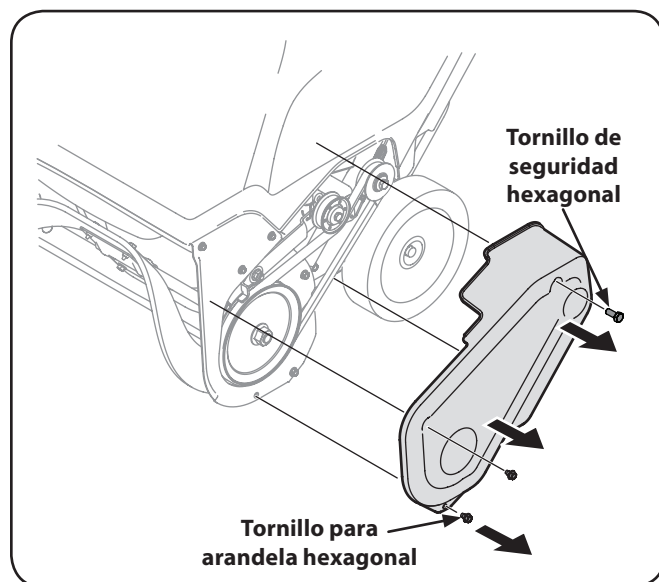

Figura 7-1
4. Para sacar la cubierta de la correa saque los dos tornillos para arandela hexagonal y un tornillo de seguridad hexagonal que la sujetan al bastidor. Vea la Figura 7-1.